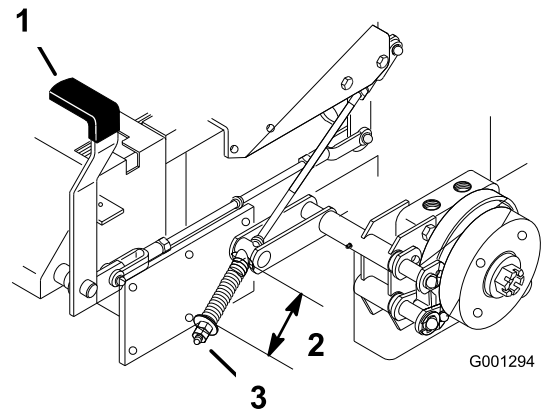

Figura 70
3. Mida la longitud del muelle (Figura 70).
4. Si es necesario un ajuste, quite el freno de estacionamiento, afloje la contratuerca que está debajo del muelle y ajuste la tuerca que está directamente debajo del muelle (Figura 70).